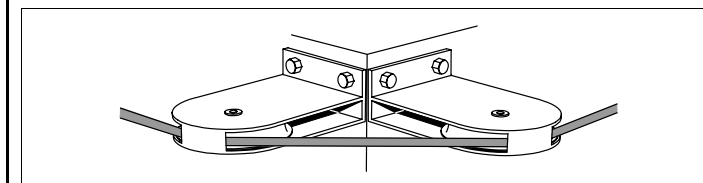

Fig. 3 : Contournement d'un angle
- Pour le passage d'un angle, disposer d'une poulie de maintien de part et d'autre de cet angle (voir Fig. 3).